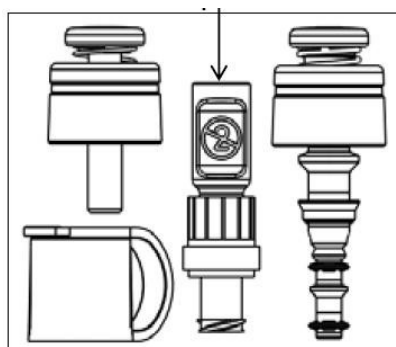

Figure 3
13. Si le kit 4 pièces est utilisé (Cf figure 3),